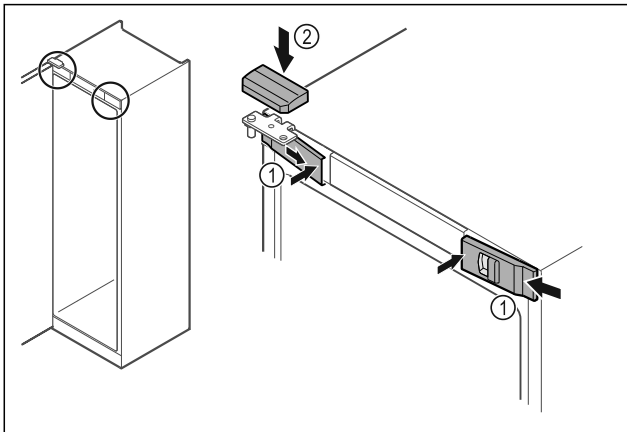

Fig. 54
- ▶ Αναρτήστε τα μπροστινά καλύμματα Fig. 54 (1) στο πλαίσιο και κουμπώστε τα εσωτερικά.
- ▶ Κουμπώστε το επάνω κάλυμμα Fig. 54 (2) από πάνω.